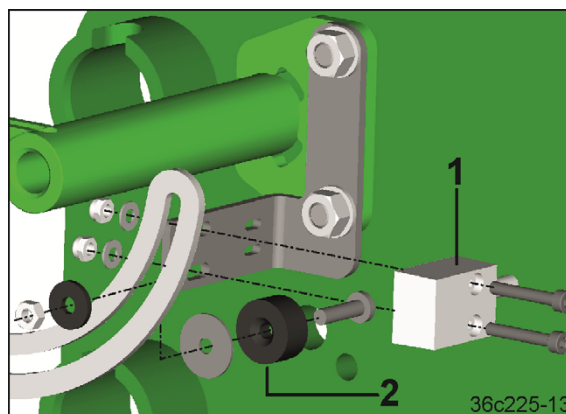

Рис. 114
9. Закрепите датчик рабочего положения (Рис. 114/1) и подвижный магнит (Рис. 114/2).
Датчик рабочего положения (Рис. 114/1) передает импульс для включения и выключения устройства контроля.